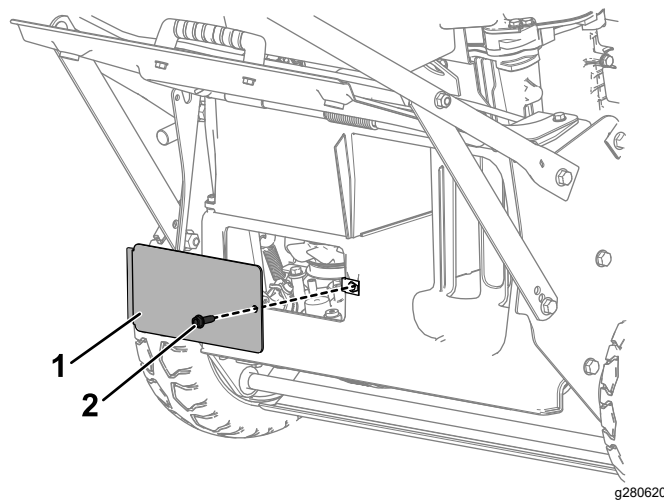

Bild 47
8. Entfernen Sie die Rückfahrscheibe, die sich unter dem hinteren Ablenkblech befindet, durch Entfernen der Befestigungsschraube (Bild 47).